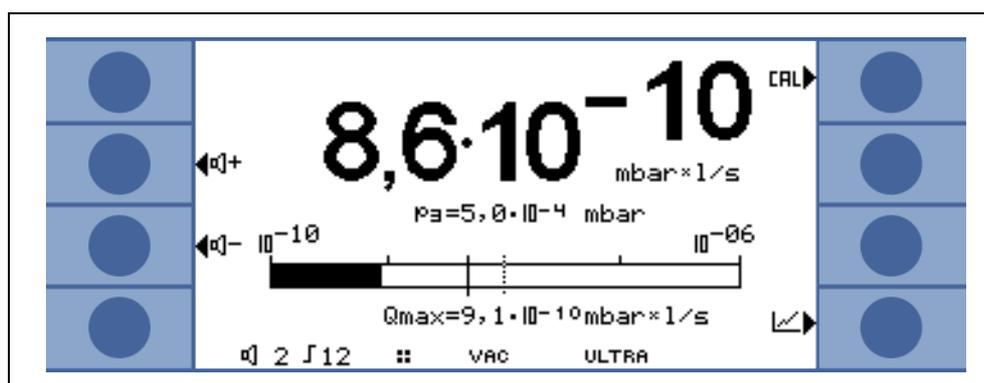

Abb. 5-1: Display, Messmodus
Bei Erreichen eines Druckes von 15 mbar (11 Torr oder 1500 Pa) schaltet das Gerät in den Messmodus um. Die entsprechend gemessene Leckrate wird dann angezeigt. Für weitere Erläuterungen zu den angezeigten Informationen siehe Abb. 5-1.
- Numerisch, kombiniert mit einer Balkenanzeige Abb. 5-1
Auf dem Display wird die Leckrate in großen Zahlen angezeigt, siehe Abb. 5-1. Zudem wird die Maßeinheit der Leckrate angezeigt. Unter der Leckrate wird der Einlassdruck durch kleinere Zahlen angezeigt. Die Einheiten für Leckrate und Druck können im Menü definiert werden (siehe Kapitel 6.4.4).